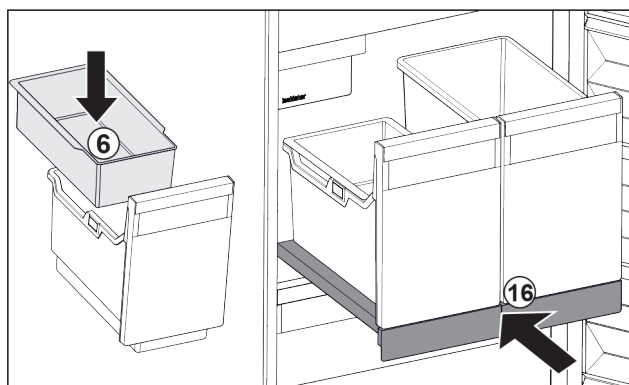

Fig. 48
- ▶ Inserire la vaschetta da agganciare *Fig. 48 (6)* per i cubetti di ghiaccio.
- ▶ Inserire il ripiano estraibile con il contenitore (IceTower). *Fig. 48 (16)*